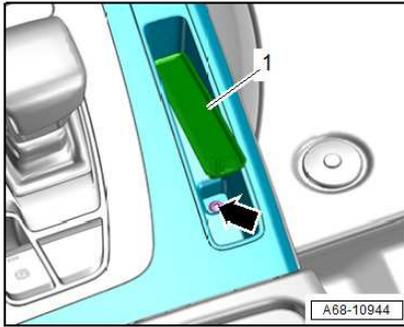

Bild 4
9. Gummiabdeckung anheben und darunterliegende Schraube lösen (Bild 4)